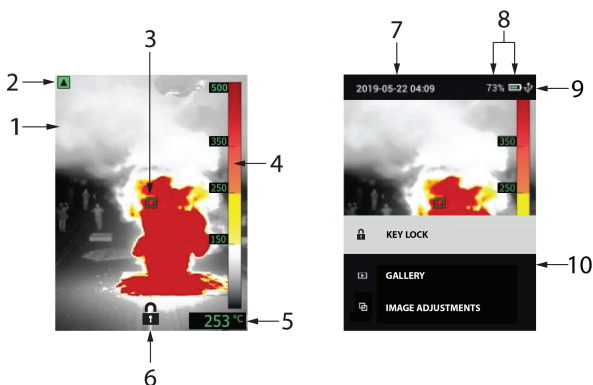

Figura 4.2 Descripción de la pantalla de la K1
4. Escala de temperatura: Establezca la sensibilidad (ganancia) en LOW (BAJA), HIGH (ALTA) o AUTO (AUTOMÁTICA). Con la sensibilidad establecida en LOW (BAJA), el rango de temperatura es de $-10 \sim 400 \text{ }^{\circ}\text{C}$ ($14 \sim 752 \text{ }^{\circ}\text{F}$) y aparece el indicador de rango de sensibilidad baja (en la parte superior izquierda de la pantalla). Consulte la **Figura 4.2, Descripción de la pantalla**. Con la sensibilidad establecida en HIGH (ALTA), el rango de temperatura es de $-10 \sim 140 \text{ }^{\circ}\text{C}$ ($14 \sim 284 \text{ }^{\circ}\text{F}$) y el indicador de rango de sensibilidad baja se apaga. Establézcala en AUTO (AUTOMÁTICA) para que la cámara decida cuál es el rango más adecuado para una imagen determinada.